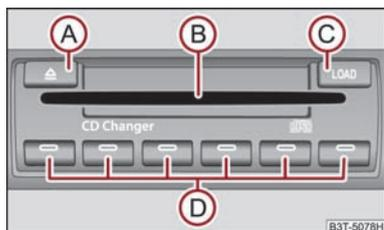

Abb. 149 CD-Wechsler
- Tippen Sie die Taste **C** ⇒ Abb. 149 und führen Sie die CD (Compact Disk) in den CD-Schacht **B** ein. Die CD wird automatisch auf die niedrigste freie Position im CD-Wechsler geladen. Die Leuchtdiode in der entsprechenden Taste **D** hört auf zu blinken.